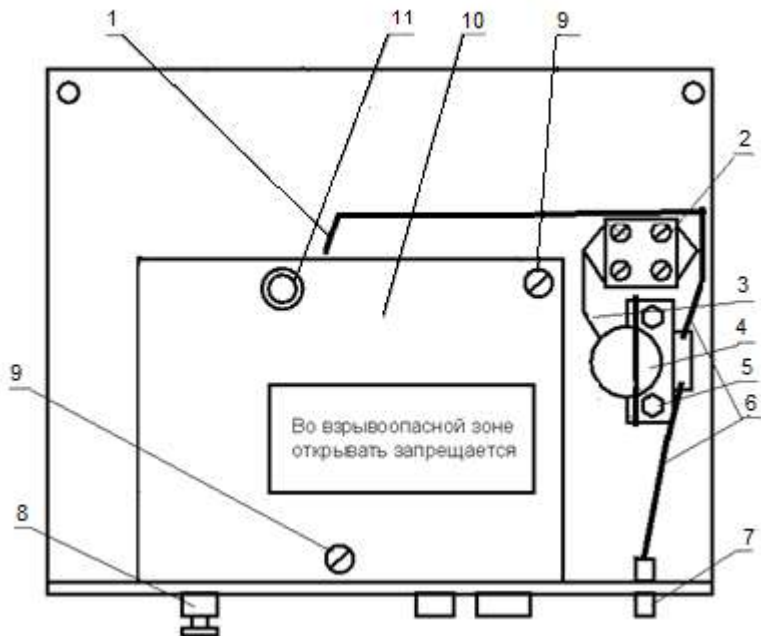

Рис. 2
3.5.2. Микронасос (4) установлен на внутренней стороне передней панели (см. рис. 2). Для доступа к микронасосу снимите сборку передней и нижней панели, как описано в п. 3.5.1. Отсоедините провода питания микронасоса (3) от клеммной колодки (2). Отсоедините от микронасоса шланги газовых линий (6). Отверните гайки крепления микронасоса (5) и снимите микронасос (4) вместе с планкой. Установите новый микронасос и проведите сборку в обратном порядке.